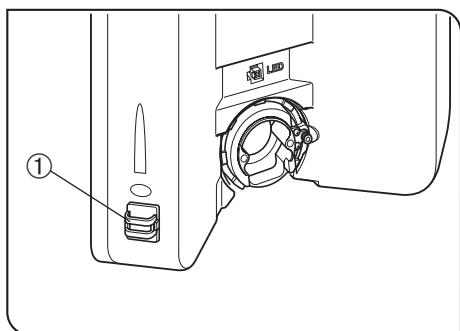

Рис. 44
(Рис. 44)
#### Установка адаптера U-LS30ADP LS30 (рис. 44)
4. Пропустите кабель лампы через держатель кабеля ① (рис. 44).